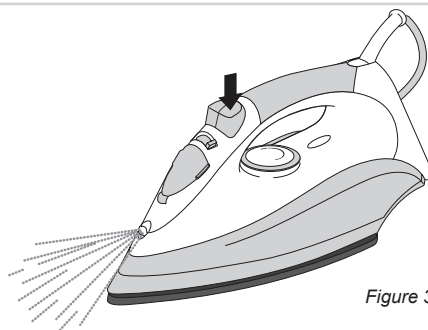

Figure 3
Le spray vous permet d'humecter l'étoffe que vous êtes en train de repasser. Ceci aide à lisser l'étoffe. Vous pouvez utiliser le spray pour tous les températures: mettez le bouton de fonction spray (6) sur la position ' ; ; ' et il suffit d'appuyer sur le bouton (voir la figure 3).